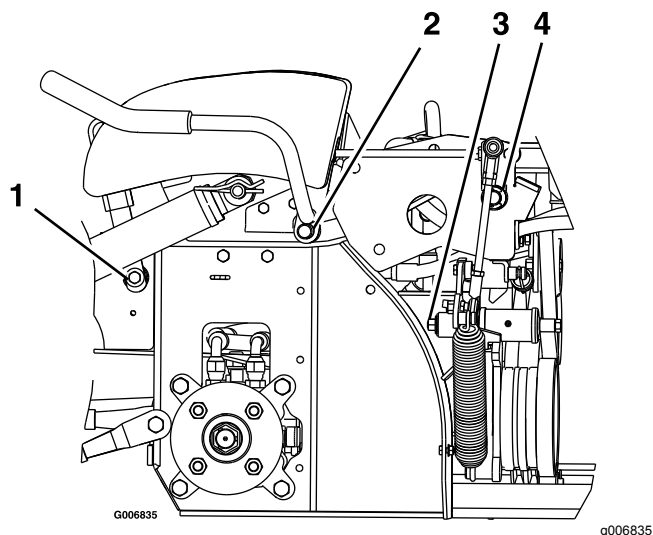

Figura 32
3. Lubrique los casquillos de bronce del pivote de la palanca de freno con lubricante en spray o aceite ligero (Figura 32).